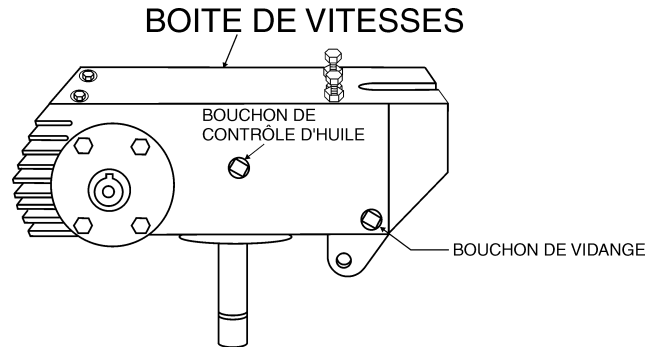

Figure 6. Bouchons d'huile de boîte de vitesses
1. Vérifiez le niveau d'huile dans les deux boîtes de vitesses en retirant le bouchon situé sur le côté de chacune. Voir figure 6.